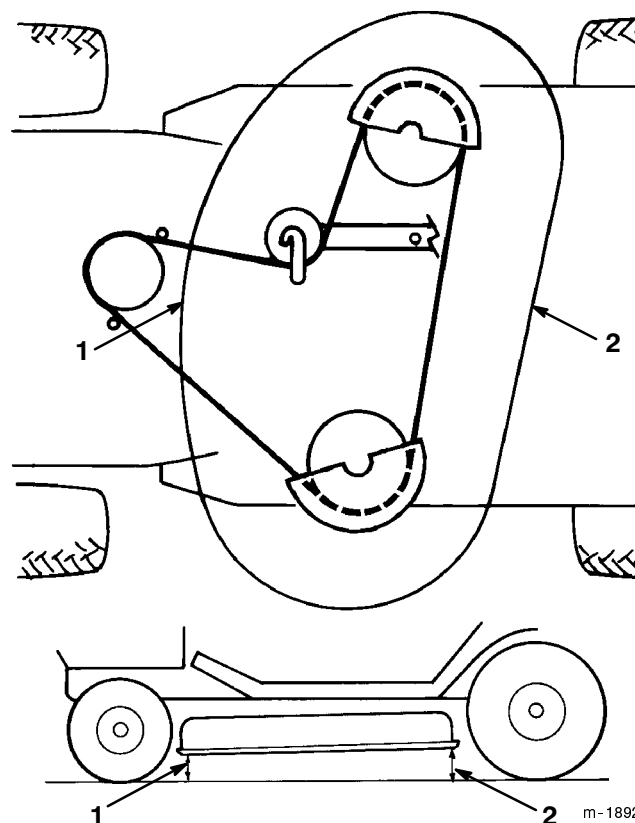

Figure 52
6. Contrôlez l'inclinaison avant/arrière en mesurant la hauteur du bas du plateau de coupe (au centre, à l'avant et à l'arrière) par rapport au sol plat (Fig. 52). Si l'avant n'est pas de 3,5 à 10,5 mm plus bas que l'arrière, un réglage est nécessaire.
9. Après avoir réglé uniformément les contre-écrous des deux boulons à œil, contrôlez de nouveau l'inclinaison avant/arrière. Poursuivez le réglage des boulons à œil jusqu'à ce que la pointe de la lame avant soit de 0 à 9,2 mm plus bas que la pointe arrière (Fig. 52).